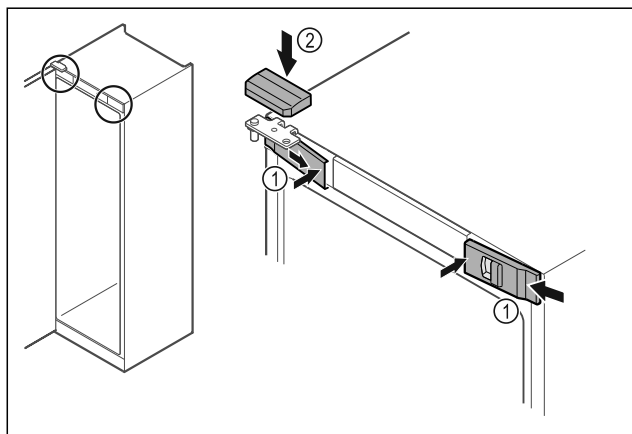

Fig. 44
- ▶ Zaháknite predné kryty Fig. 44 (1) naboku a zaistite ich vnútri.
- ▶ Zaistite horný kryt Fig. 44 (2) zhora.